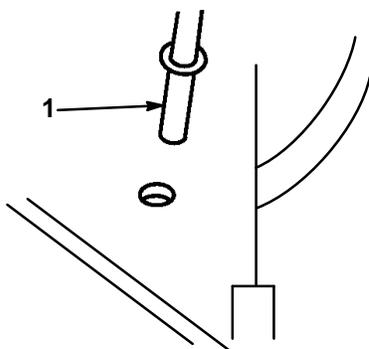

Figure 40
3. Insérer la tige de support de la chute dans le trou de droite du carter de la tondeuse (Fig. 40).